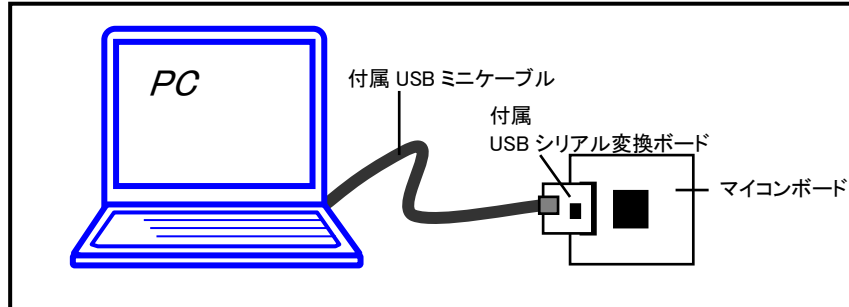

図 3-2 接続設定図
- ②付属の USB-ADAPTER と USB ミニケーブルを接続してください。
- ③②で準備した USB ミニケーブルを PC と接続してください。
- ④②で準備した USB-ADAPTER をマイコンボードのフラッシュインタフェース(20pin コネクタ)に接続してください。
- ⑤DC 電源(2P)より 5V 電源を投入してください。
※②～④の接続設定については「図 3-2 接続設定図」をご参照下さい